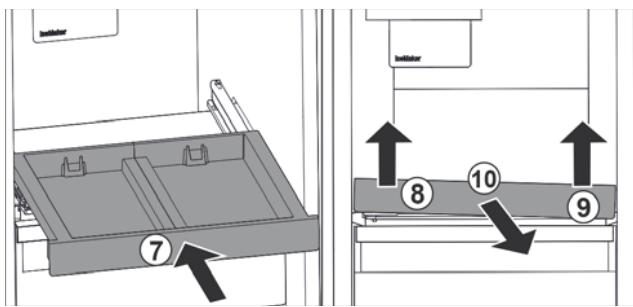

Fig. 30
- Вставьте выдвижную панель. Fig. 30 (7)
- Приподнимите выдвижную панель спереди слева. Fig. 30 (8)
- Приподнимите выдвижную панель спереди справа. Fig. 30 (9)
- Извлеките выдвижную панель движением вперед. Fig. 30 (10)